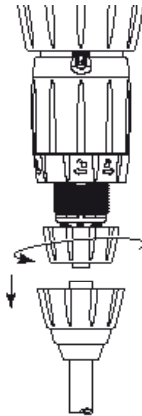

Fig. 16
- Desenroscar y retirar la tuerca que sostiene la válvula de aspiración (Fig. 16), desmontar ésta, después aclarar con agua limpia abundante las diferentes partes.